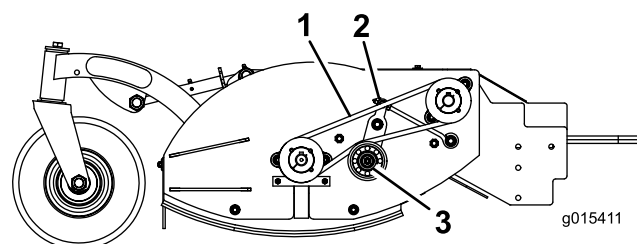

Figure 10
Examinez visuellement la courroie (Figure 10), à la recherche de traces d'encrassement, d'usure, de fissures ou de surchauffe. Remplacez la courroie si elle est excessivement usée ou semble endommagée.
Pour remplacer la courroie, procédez comme suit en vous reportant à la Figure 10 :
La tension de la courroie est correcte lorsqu'une flèche de 13 mm est obtenue quand on exerce une force de 2 kg au centre du brin le plus long (Figure 10).
- A. Desserrez le contre-écrou (Figure 10).